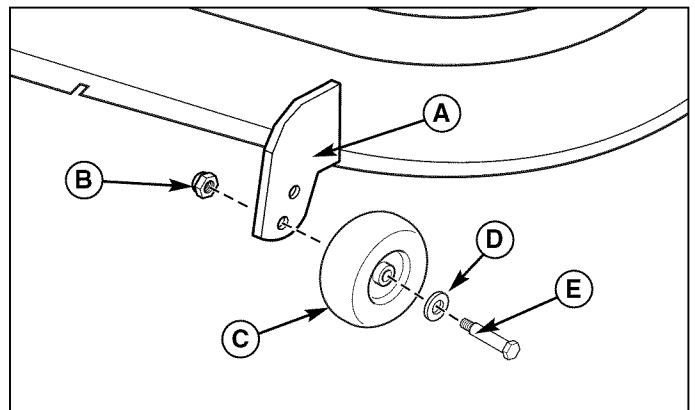

Figura 25. Ajuste de la rueda reguladora de soporte fijo
1. Retire la contratuerca (B, Figura 25), la rueda reguladora (C), las arandelas (D) y el perno de tope (E). Cambie la posición de la rueda reguladora a la altura que desee.
2. Introduzca el perno de tope (E) en las arandelas (D), la rueda reguladora (C) y el soporte de la rueda reguladora (A). Sujete con la contratuerca (B). Repita los pasos 1 y 2 en todas las ruedas reguladoras.